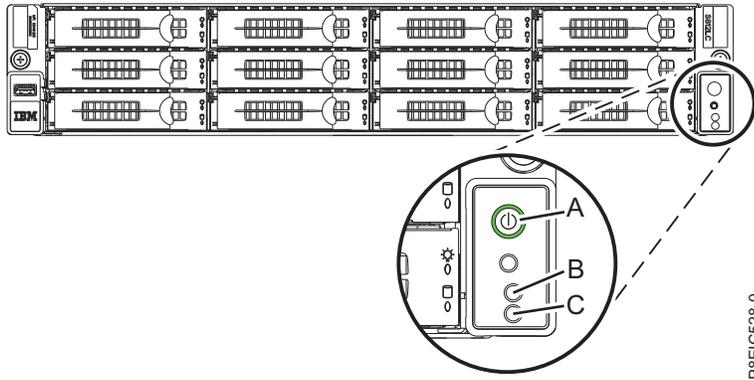

Figura 45. Botão Liga/Desliga
- O LED de Ligado, conforme mostrado na Figura 45 na página 74, está piscando. Uma luz piscando indica energia de espera para a unidade.
3. Pressione o botão power (**A**) mostrado na Figura 45 na página 74. A luz indicadora de funcionamento para de piscar e permanece acesa, indicando que a energia do sistema está ligada. Os ventiladores de resfriamento do sistema operam em alta velocidade e depois de aproximadamente 30 segundos retornam para a velocidade de operação.